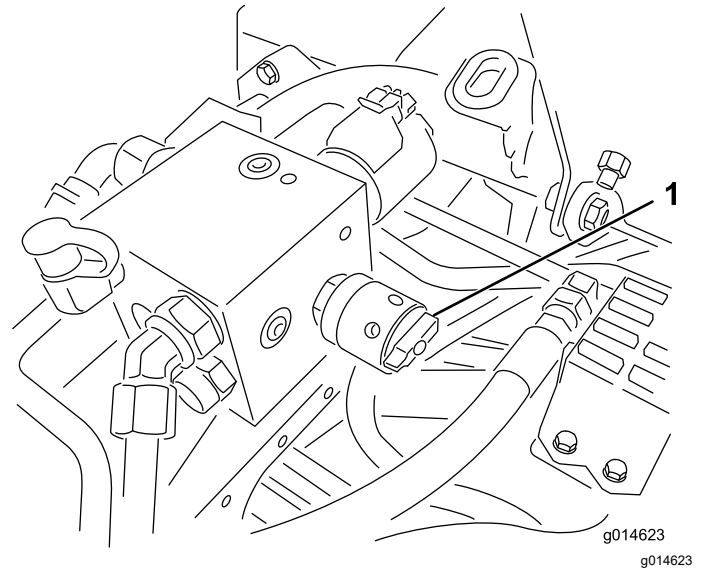

Figura 54
6. Girate il comando di velocità dei cilindri in posizione 1 (Figura 54).
4. Regolate la velocità dei cilindri ruotando la manopola (Figura 54) fino a quando le frecce degli indicatori non sono allineate con il numero determinato al passaggio 3.